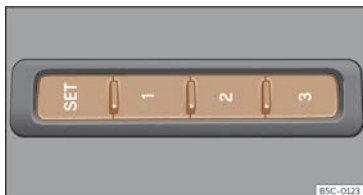

Fig. 110 No lateral exterior do asento do condutor:teclas de memoria.
- Prema a tecla **SET** por máis de 1 segundo >>> **fig. 110**.